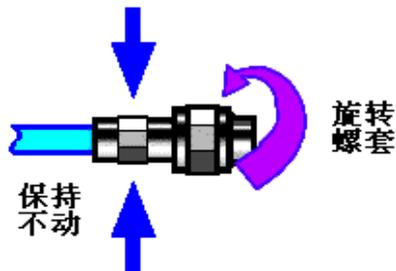

图 3.2 连接方法
**步骤 2.** 如图 3.2，将两个连接器平直地移到一起，使它们能平滑接合，旋转连接器的螺套（注意不是旋转连接器本身）直至拧紧，连接过程中连接器间不能有相对的旋转运动。